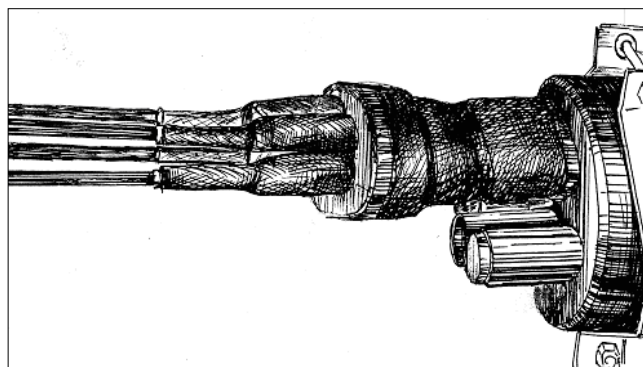

Рис. 3.17. Полная герметизация кабельного ввода
**3.8.4.** Овалный ввод, корпус и оголовник с патрубками герметизируют отрезком ТУТ 70/26, а стыки патрубков оголовника и оболочек кабелей отрезками ТУТ 25/8 (Рис. 3.17.).